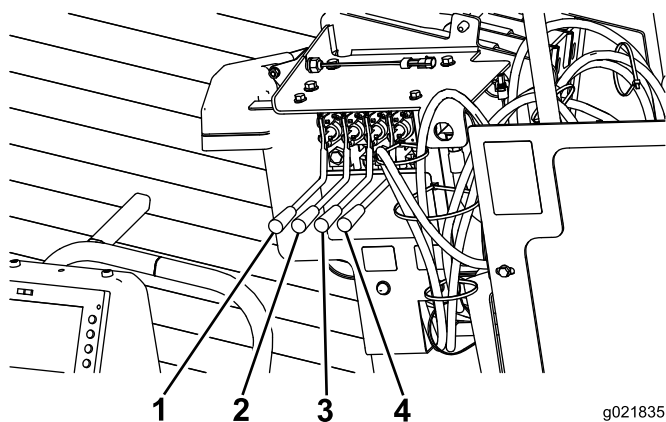

Figura 47
- Mueva las 2 palancas de la estaca derecha hacia dentro para bajar y girar la estaca de barrena derecha hasta el fondo (**Figura 47**).